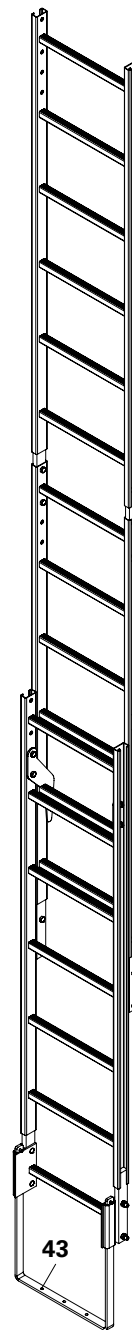

Fig. A2.21
- Fissare i due agganci della scala 180/6 (38) al piolo della scala più in basso (37/38) e tirare verso il basso. (Fig. A2.21)
Verificare che i pioli delle due scale si trovino alla stessa altezza. (Fig. A2.21)